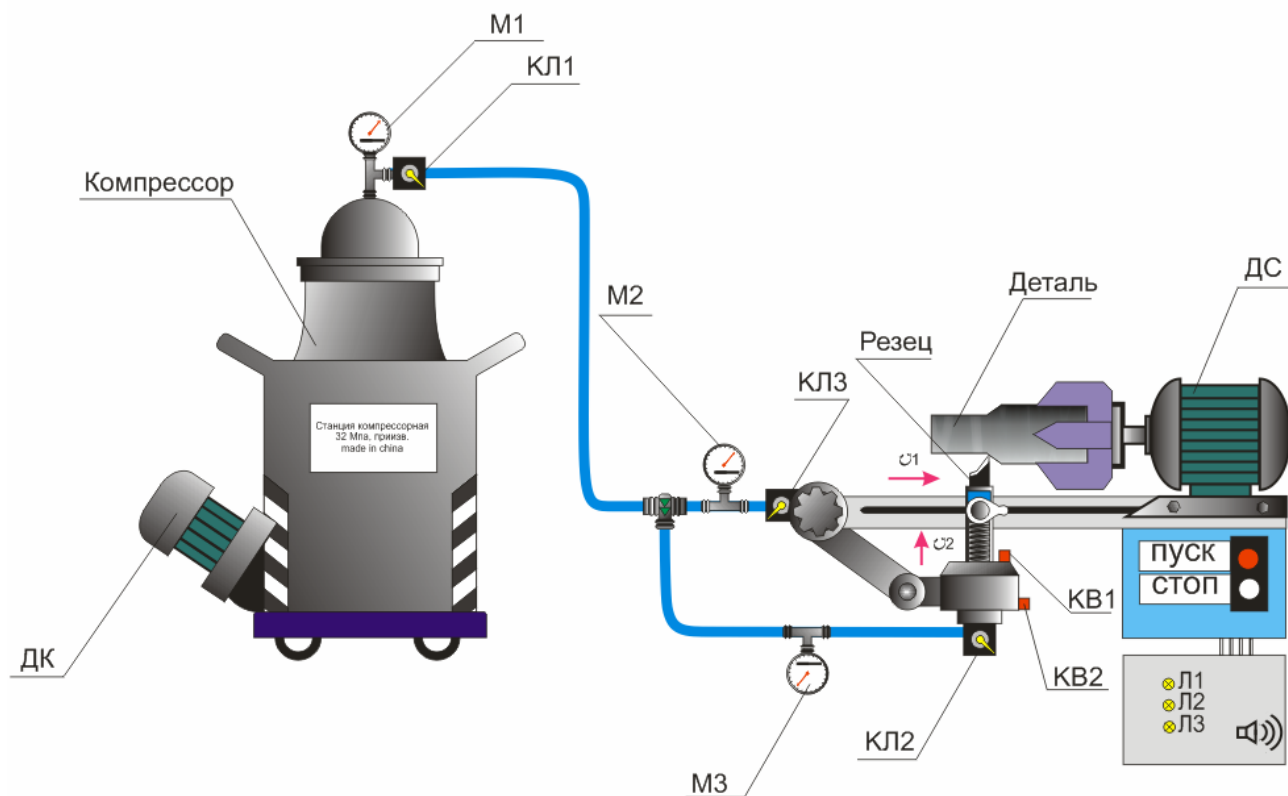

Рисунок 6.1 – Функциональная схема токарного станка
5. Шаги и переходы имеют сквозную независимую друг от друга нумерацию. После создания шага или перехода ему автоматически присваивается следующий по порядку создания номер и прописывается в его графическое изображение (рисунок 6.1).
6 **Задание:** *Процесс изготовления детали (рисунок 6.1) включает в себя пульт управления с кнопками «ПУСК», «СТОП» и индикационными лампами,*